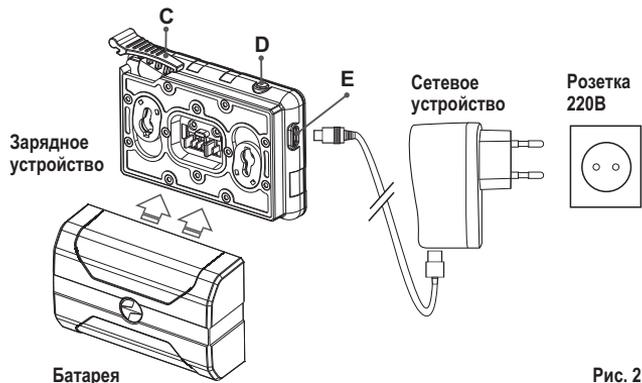

Рис. 2
- Поднимите рычаг (C) зарядного устройства.
- Установите аккумуляторную батарею в зарядное устройство как показано на рис.2, защелкните рычаг (C).
- При установке на зарядном устройстве загорится индикатор (D) зеленого цвета и начнет кратко мигать с определенным интервалом:
- Подключите штекер microUSB кабеля USB к разъему (E) зарядного устройства.